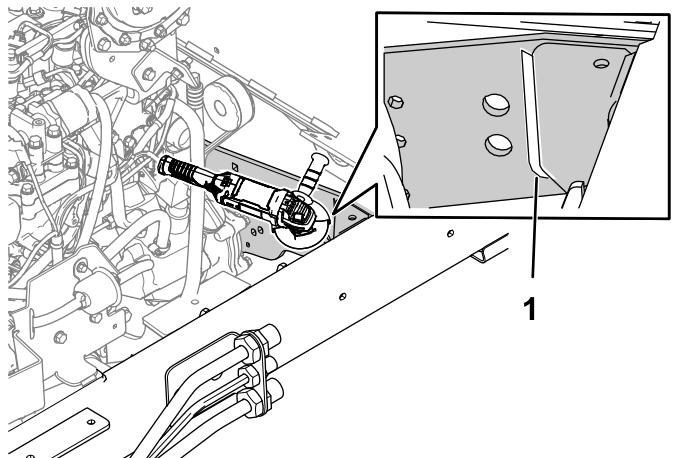

図8
1. アクスルサポートとコーナーサポートとの間図8にある溶接部をグラインダで削り落とす。機体の反対側でも同じ作業を行う。